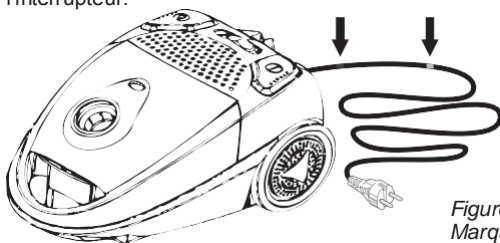

Figure 5
5. Le cordon porte une marque jaune et une rouge; voir la figure 5. Déroulez le cordon jusqu'à la marque jaune.